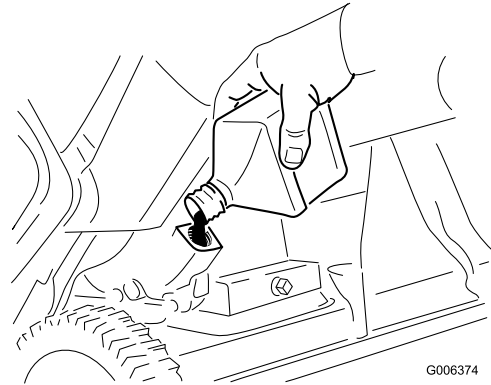

Bild 27
8. Wenn die Schneefräse in der Betriebsstellung ist, gießen Sie **vorsichtig** Öl in das Öleinfüllloch, bis es fast überläuft (Bild 27).